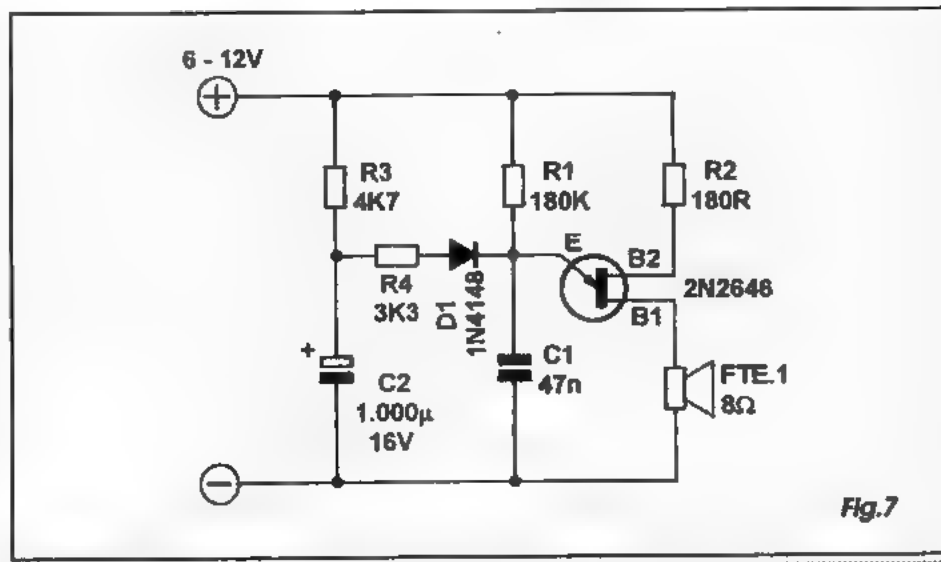

Fig. 7
- **FIG. 7** - Graças às características de funcionamento do TUI, não é difícil *modular* ou controlar o funcionamento e a frequên-